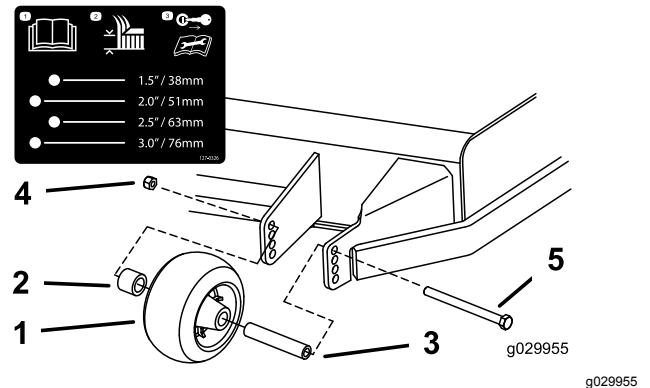
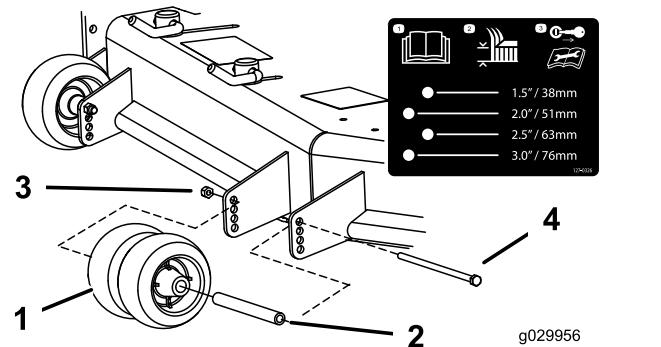
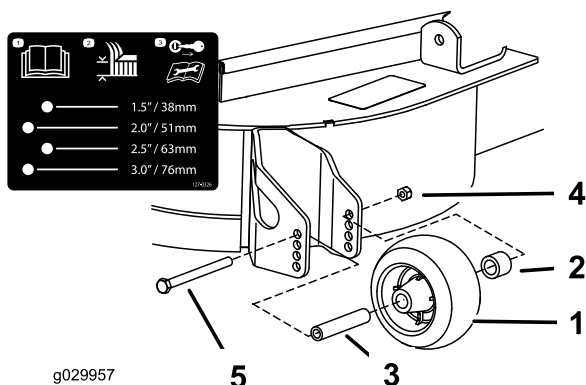

Figura 31
Figura 32
Figura 33
3. Ajuste los rodillos protectores del césped, tal y como se muestra en la Figura 31, la Figura 32 y la Figura 33.